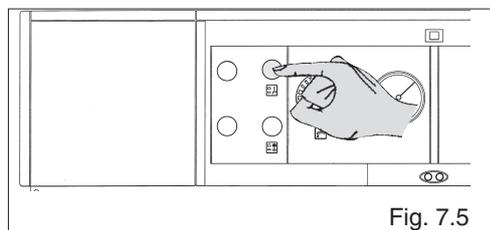

Fig. 7.5
- premere l'interruttore bollitore e verificare lo spegnimento del led di segnalazione verde (fig. 7.5).